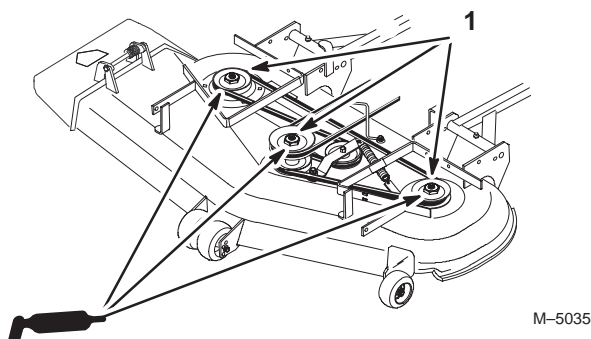

Figure 7
1. Lubrifiez les graisseurs des roulements des trois axes, jusqu'à ce que la graisse sorte par les joints inférieurs (Fig. 7).